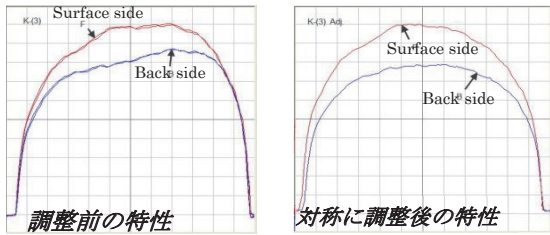
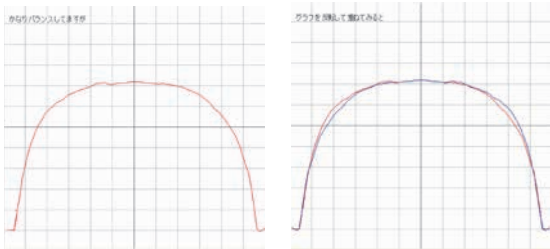

図5 調整前後のグラフ（リードの表面と裏面）の例
図6 グラフ（左），及びx軸方向にセンタリングしてy軸で鏡像反転させたものを重ねたグラフ（右）
実際の検査, 調整の操作はYouTubeの動画4)を参照。検査 (調整前), 及び調整後に得られた, リードの表面と裏面のグラフの例を以下の図5に示す。
さらに, RM-IIではリードのホルダー固定から生ずるグラフ (赤線) のx軸方向のずれをセンターリングで補正し, さらにy軸で鏡像反転させたもの (青線) を重ね書きする機能がある (図6)。これによりグラフの左右の対称性を簡単にチェックできる。
- 7) プロープ上下レバーを下げ, PC画面のClear, Data Erase, Adj Reset (R) のボタンをクリックしてから回転テーブルを, ゆっくりと左に回し, プロープの玉がリードの右端から外れるまでリードの先端を走査する。
- 8) 引き続き, 回転テーブルを, ゆっくりと右に回し, プロープの玉がリードの左端から外れるまでリードの先端を走査する。再現よく重なったグラフ(図6左)が得られたら走査終了。プロープ上下レバーを上げる。
- 9) PC画面のCenter Adj (C) のボタンをクリックし, 続けてグラフの左側の立ち上がり, 次に右側の立ち上がりをクリックする。2箇所のクリックが確認できたら, Clearのボタンをクリックする。
- 10) A→のボタンをクリックすると, x軸方向でセンタリングされた赤線のグラフが表示される。次に線を青に指定し, A←のボタンをクリックすると, 赤線のグラフy軸で鏡像反転させたものが青線で重ね書きされる(図6右)。グラフ部分をPNGで保存する。
- 11) グラフの対称性が悪く, 刃で傷を入れて調整する場合は, そのまま強度が強い部分に傷を入れて(縦管束を切る)は走査を繰り返す。Clear, Data Erase, Adj Reset (R) のボタンをクリックしてから, 調整後の走査を行い, グラフ部分をPNGで保存する。耐水ペーパー #1000で調整する場合は回転テーブルからリードホルダーを外し, ホルダーのままガラス板にリードの先端部分の裏面を付けるように載せ, 表面の強度が強い付近を削る。親指, 又は人差し指の腹で押さえた状態の耐水ペーパーを, ヒールから先端の方向に動かし, 擦って削る。
- 12) 回転テーブルからリードホルダーを外し, これを裏返して回転テーブルに取り付け直す。同様に1)の起動後の操作から繰り返し, リードの裏面のグラフを得る。耐水ペーパーで裏面を部分的に削って調整する際は, ガラス板にリードの先端部分の表面が完全に接触せず, 右か左が少し浮いた状態になる。付いた方の強度が強い付近の裏面を, 親指, 又は人差し指の腹で押さえた状態の耐水ペーパーを, ヒールから先端の方向に動かし, 擦って削る。最初にSelect (A) / (B) のボタンをクリックしてBにデータを保存すれば, 図5のように表面と裏面のグラフを重ねて示すこともできる。